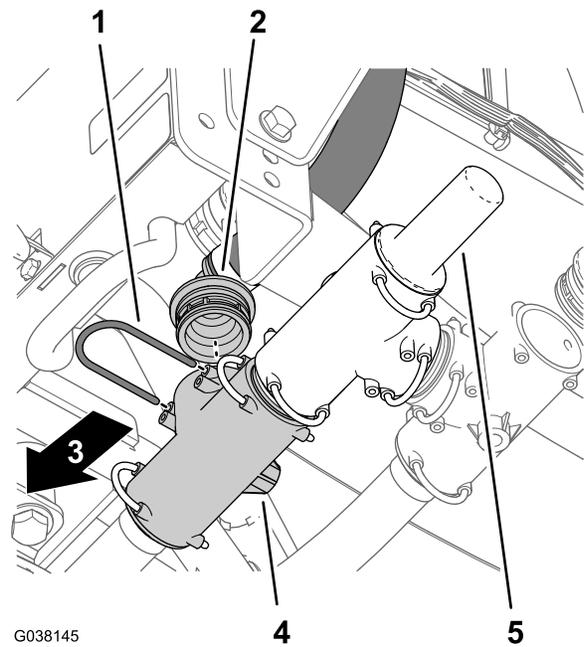

Bild 24
3. Nehmen Sie den Halter ab, mit dem das gezahnte 90°-Anschlussstück des Sprühzulaufschlauchs am T-Anschlussstück befestigt ist, das sich vor dem Druckentlastungsventil befindet (Bild 24).
4. Nehmen Sie das gezahnte 90°-Anschlussstück vom T-Anschlussstück ab (Bild 24).